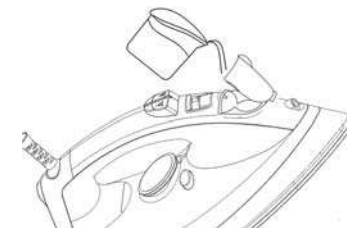

Fig. 2
1. Abra la tapa del tanque de agua. (Fig. 2)
5. Mueva la palanca de control variable de vapor hacia el símbolo "☁" (vapor) para aumentar la cantidad de vapor. (Fig. 2) Al usar más vapor, la plancha usa más agua y podría ser necesario rellenarla más seguido.